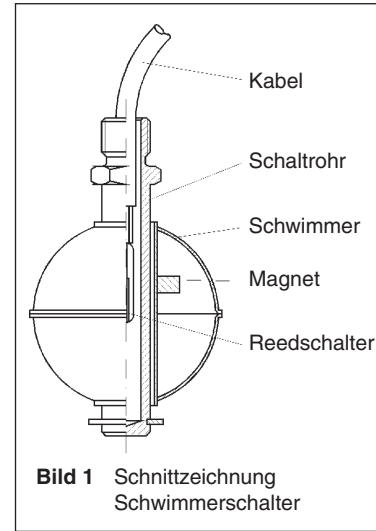

Bild 1 Schnittzeichnung Schwimmerschalter
Alle Barksdale-Schwimmerschalter arbeiten nach dem in Bild 1 gezeigten Prinzip. Ein mit Magneten bestückter Schwimmer bewegt sich veränderlich mit dem sich ändernden Flüssigkeitspegel. Er betätigt mit seinem magnetischen Feld einen Reed-Schalter, der im Inneren des Führungsrohres an vorbestimmter Stelle positioniert ist und schließt bzw. unterbricht dabei einen Stromkreis.
Bei Gleichstrom (DC) ist der Kontaktschutz verhältnismäßig einfach. Man schaltet eine Freilaufdiode parallel zur Last. Die Polung muss so durchgeführt werden, dass die Diode bei der normal anliegenden Betriebsspannung sperrt und die beim Öffnen des Schalters entgegengesetzt auftretende Spannungsspitze kurzschließt (siehe Bild 1).